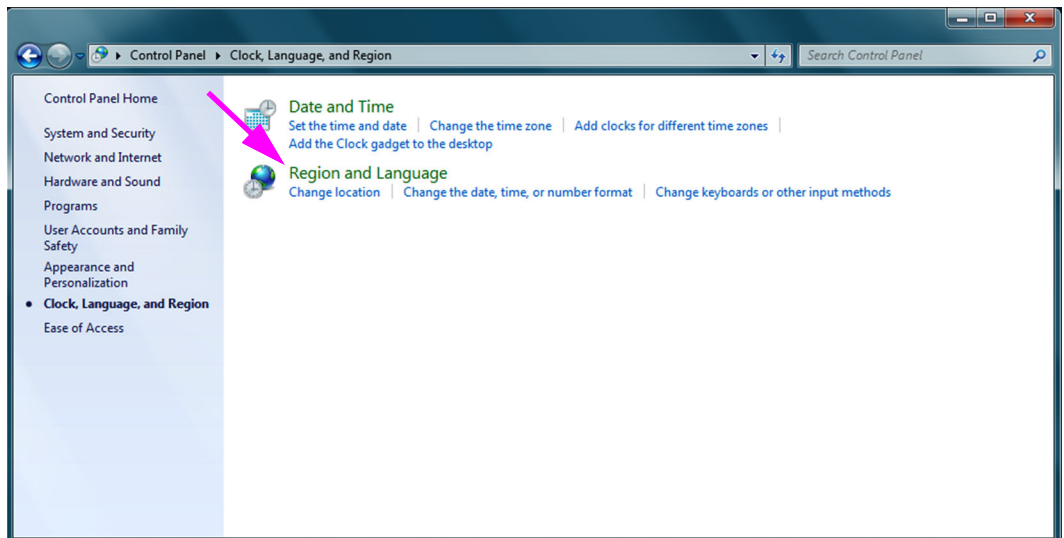

Figura C-14. Janela Clock, Language, and Region (Relógio, idioma e região)
4. Aparece janela Clock, Language, and Region (Relógio, idioma e região) (ver figura C-14). Clique em **Region and Language (Região e idioma)**.